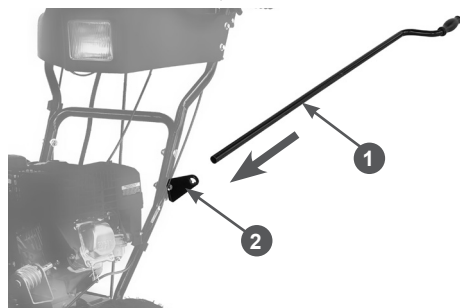

Рис. 24 Установка рычага управления поворотом жёлоба
- вставьте рычаг 1 в опорный кронштейн 2 на стойке рукояток, как показано на Рис. 24;